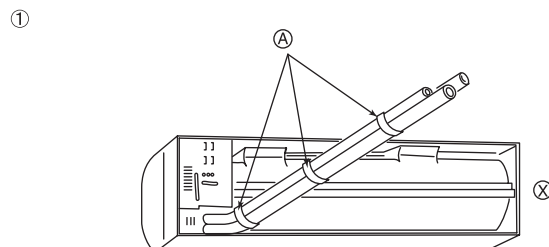

Fig. 3-4
(1) Pijpen aan de achter-, rechter- en onderkant (Fig. 3-4)